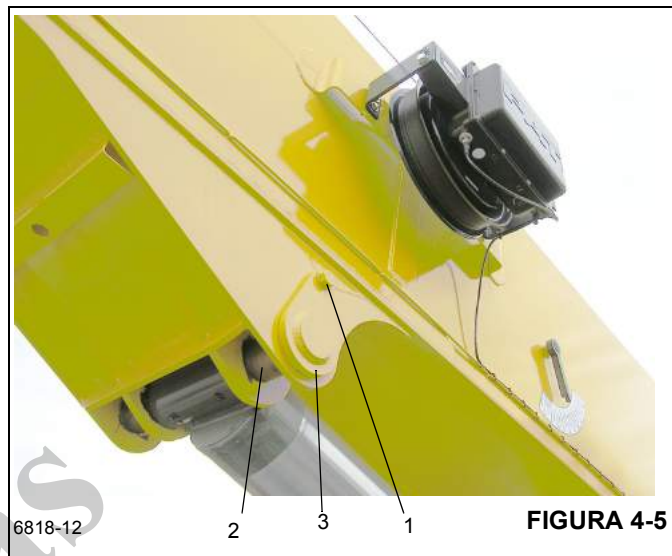

FIGURA 4-5
10. Remova o parafuso (Figura 4-5, 1) e a arruela que fixam o eixo do cilindro de elevação superior (Figura 4-5, 2) à lateral da (Figura 4-5, 3) na lança.
11. Remova o eixo do cilindro de elevação superior (Figura 4-5, 2).
12. Ative o sistema hidráulico e retraia a haste do cilindro de elevação o suficiente para liberar a caixa de elevação (Figura 4-5, 3).